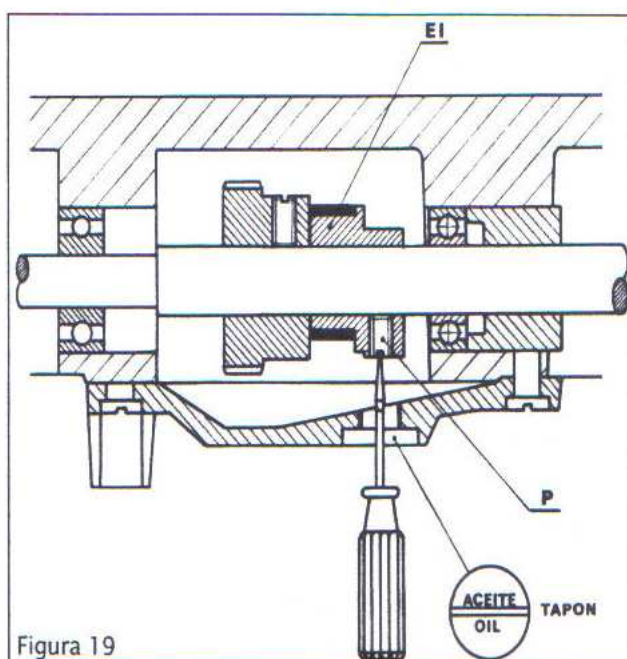

Figura 19
2. También puede actuar sobre la excéntrica de impulsión EI (figura 19).